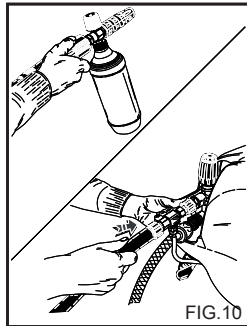

FIG.10
2) Quite la prolongación de la empuñadura e introduzca la lanza doble o la lanza con boquilla regulable, accione la hidrolimpiadora, active el mando de aspiración del detergente presente en la lanza (fig. 10 - 12) y recubra la superficie a lavar con un movimiento de abajo hacia arriba. Deje actuar durante unos minutos.
**APLICACIÓN DEL JUEGO DE ASPIRACIÓN DETERGENTE (accesorio opcional) (Fig. 10).**